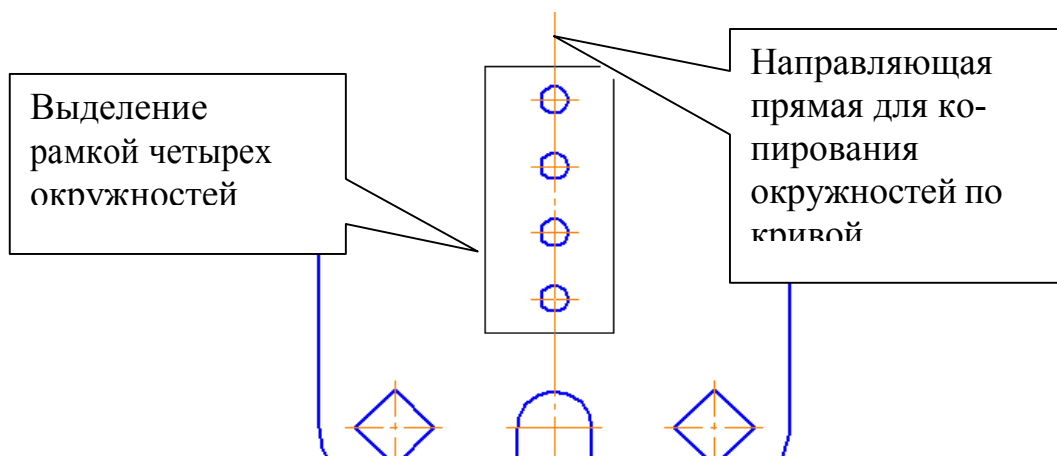

Рис. 4
На запрос системы *Укажите базовую точку выделенных объектов* укажите центр выделенной окружности (базовый объект), на запрос системы *Укажите направляющую кривую для копирования объектов* курсором укажите прямую, на которой будут располагаться окружности (вертикальная центровая линия), рис. 4, на запрос системы *Укажите начальную точку на кривой* укажите центр выделенной окружности (начальная точка на кривой). Прервите команду и обновите изображение [Ctrl+F9].
3. Выполните копирование построенных четырех окружностей командой **Копирование** с углом поворота 90°. Для этого выделите рамкой четыре построенные окружности (**Выделить – Рамкой** ) , рис. 4.